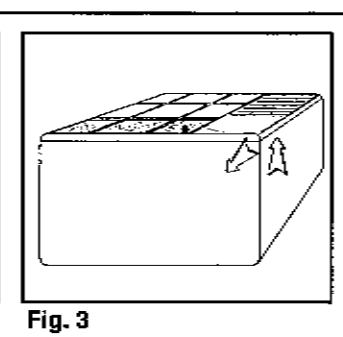

Fig. 3
- Pour ôter la grille frontale, saisissez le coin inférieur à l'avant de la grille, en tirant gentiment vers l'extérieur et vers le haut. (Fig. 3) Répétez cette étape sur les trois coins qui restent.